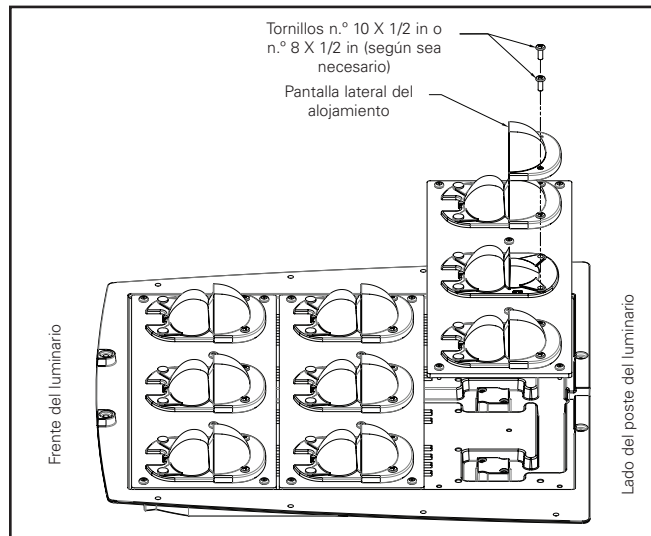

Figura 16
1. Retire con cuidado los pines de presión plásticos que se encuentran en las ópticas como se muestra en la (Figura 16).
Note: La pantalla lateral del alojamiento SOLO debe instalarse en la parte posterior de la óptica como se muestra en la (Figura 16). NO la instale en el otro lado de la óptica.